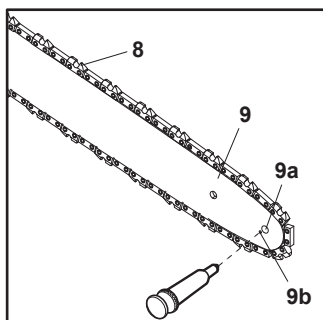

Fig. 36
2. Utilizando uma pistola de lubrificação descartável, insira a ponta da agulha no orifício de lubrificação (9b) (Fig. 36) e injete massa lubrificante até surgir no rebordo exterior da roda dentada (9a).